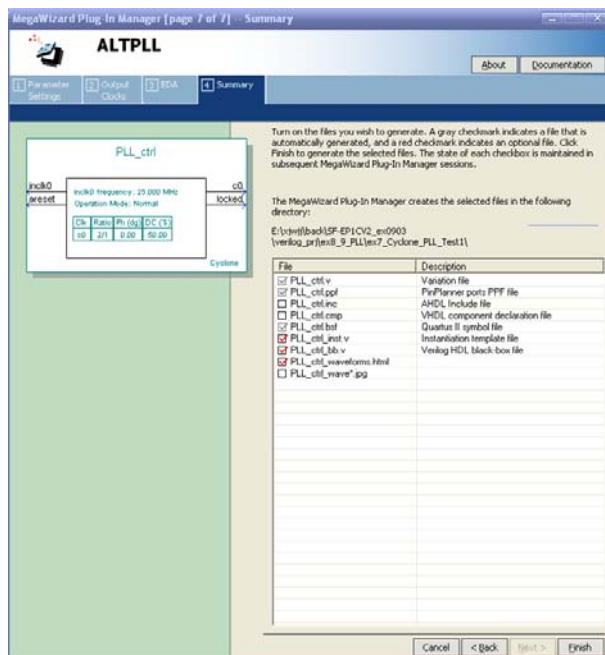

图 5.67 输出文件
⑩ 如图 5.67 所示，“Summary”中罗列了该 PLL 核最终的输出文件。对主要的一些输出文件说明如下：